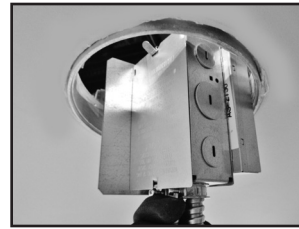

Figura 21.
5. Coloque la unidad del controlador adaptador a través de la abertura del techo/alojamiento (Figura 21.).